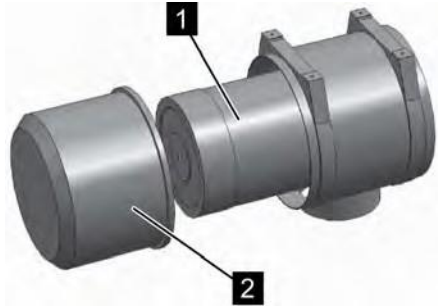

Рис. 51: Снятие крышки приемного фильтра
- 4.** ➤ Снимите крышку приемного фильтра (Рис. 51/2).
- 5.** ➤ Извлеките старый приемный фильтр (Рис. 51/1).
- 6.** ➤ Вставьте новый приемный фильтр (Рис. 51/1).
- 7.** ➤ Установите крышку приемного фильтра (Рис. 51/2).